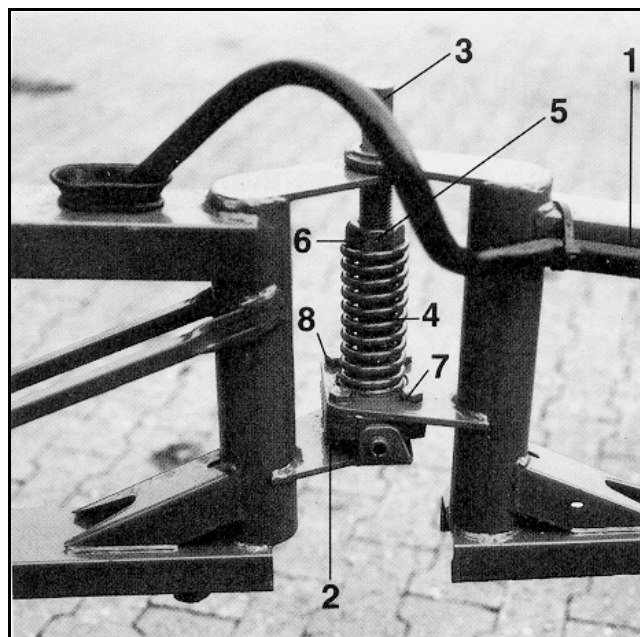

Рис. 60
- Открутите болты (Рис. 60/8) крепежной накладки (Рис. 60/7). Регулировка производится непосредственно на пластиковом фиксаторе (Рис. 60/2) при помощи продольных отверстий крепежной накладки.
- Затяните болты (Рис. 60/8).